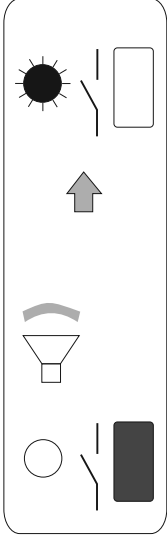
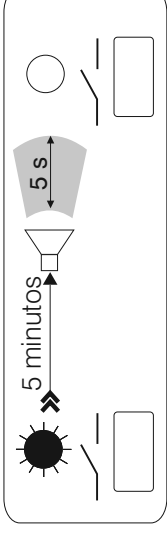

Fig. 3
Fig. 4
- Mantener presionada la **tecla** “” hasta oír una breve señal acústica y soltarla: el mando está activado y el LED permanece encendido (fig. 3). Al cabo de 5 minutos una señal acústica continua de 5 segundos indica que el mando se está por desactivar (fig. 4). Si se desea mantenerlo activo hay que volver a presionar la **tecla** “” antes del fin de la señal.